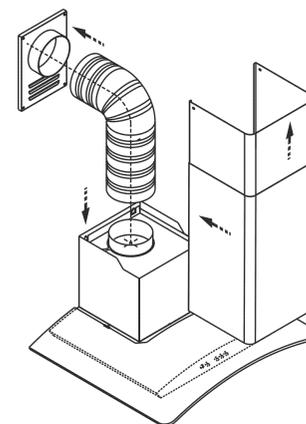

рис. 9
- будьте осторожны при установке фальштруб (рис. 9), не повредите поверхности из нержавеющей стали. Их легко поцарапать.
6.4 В зависимости от режима эксплуатации кухонной вытяжки соедините вентилятор с вентиляционной решеткой полужестким гофрированным воздуховодом (рис. 9) или установите на вентилятор угольные фильтры\*. Угольные фильтры устанавливаются на защитные решетки корпуса вентилятора (рис. 10, 10А).